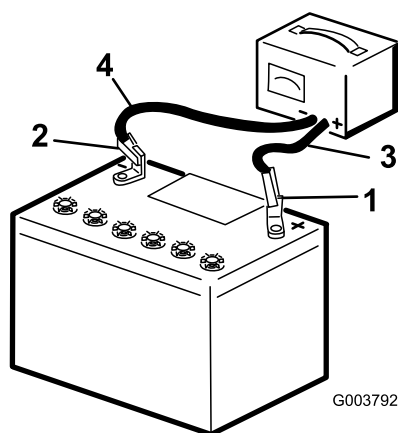

Figura 39
- Cargue la batería durante 10 a 15 minutos a 25–30 amperios, o durante 30 minutos a 4–6 amperios (Figura 39). No sobrecargue la batería.
- Cuando la batería esté completamente cargada, desconecte el cargador de la toma de electricidad, luego desconecte los cables del cargador de los bornes de la batería (Figura 39).